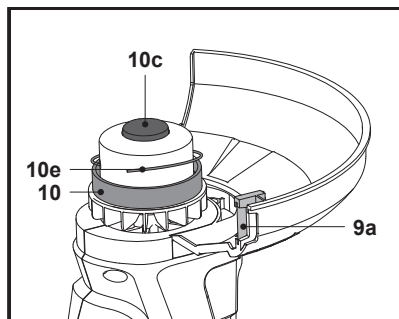

Fig. 13
1. Bata levemente com a proteção (10c) em solo firme e a cabeça do aparador (10) irá libertar os fios do aparador (10e).
2. Os fios em excesso serão cortados pela lâmina (9a) (Fig. 13).